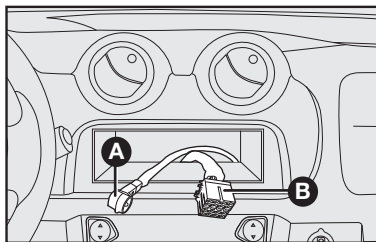

fig. 95
- cabo e plugue de alimentação elétrica para o autorrádio **B-fig. 95**.
- cabo e conector para antena de teto **A-fig. 95**.
- cabos e plugue para conexão dos alto-falantes e tweeters **B-fig. 95**.
- cabo de alimentação do autorrádio **B-fig. 95**.
- cabo para tweeter e alto-falante dianteiros e traseiros **B-fig. 95**.